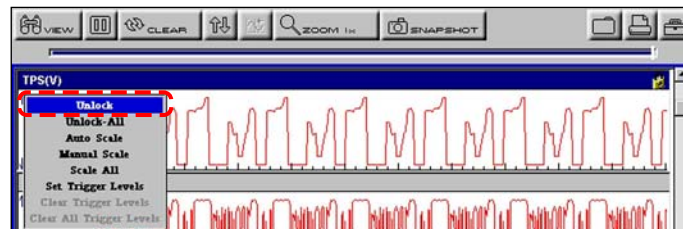

Figure 5-25 Sample parameter menu
1. Select the locked parameter to open the parameter menu (Figure 5-25).